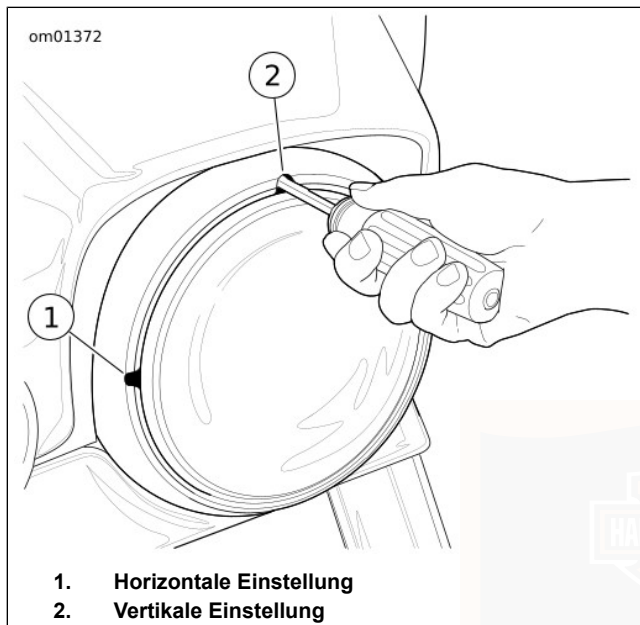

Abbildung 66. Scheinwerfereinstellschrauben (typisch)
1. Siehe Abbildung 66. Die Einstellschlitze im Zierring benutzen und einen Kreuzschlitzschraubendreher zwischen dem Scheinwerferzierring und der Gummidichtung einsetzen.